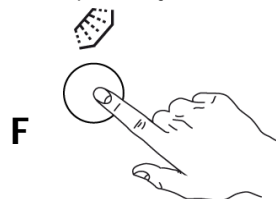

Fig.31
- 2- Appuyer bouton "F" rinçage final à froid avant ou après le cycle de lavage. (Fig.31)